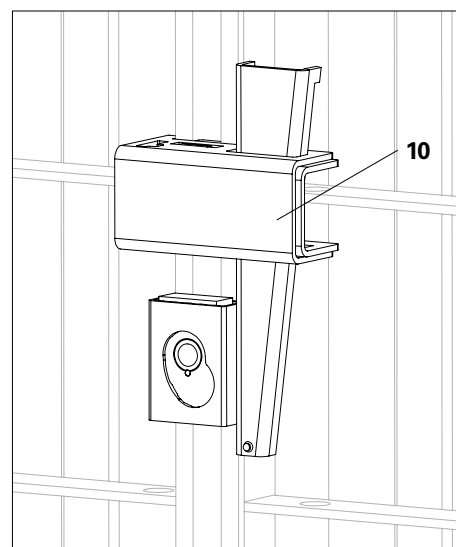

Fig. A6.10
5. Collegare i telai per parete con i giunti UNO Plus (10) e fissare il cuneo. (Fig. A6.10)